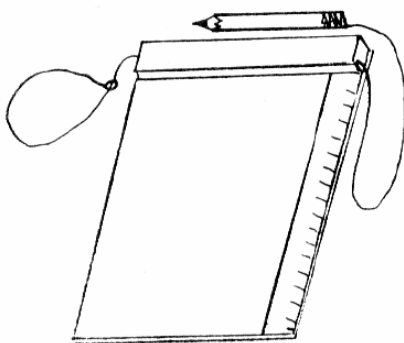

Figura 1:
- Placa de escritura con una regla luminosa fija en el borde. Un rotulador, tiza coloreada o lápiz unidos al tablero con una cadena (Figura 1). El conjunto de carteles de materias peligrosas se puede reproducir sobre el reverso.
- Placa de escritura con una regla luminosa fija en el borde. Un rotulador, tiza coloreada o lápiz enganchado con una cadena (Figura 1). El conjunto de carteles de materias peligrosas se puede reproducir sobre el reverso.